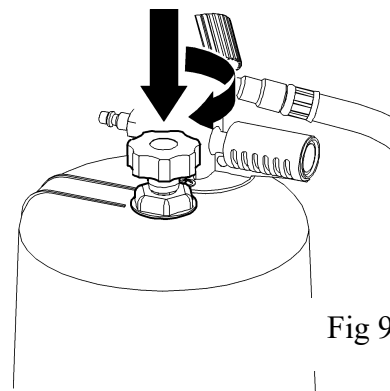

Fig 9
To transfer the oil from the inspection chamber to the container, press down the knob and twist to lock it in open position. See fig 9.
(SE) Stäng ventilen när sugningen är avslutad. För att tömma den transparenta vakuamtanken ned till spilloljetanken, trycks ratten ned, vrids och låses i öppet läge. Se fig 9.